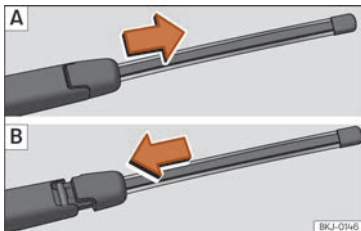

Abb. 82 Heckwischerblatt abnehmen und einsetzen.
- »» **Abb. 82 A** ab.
- »» **Abb. 82 B** gezeigt und schieben Sie den Adapter, bis er einrastet.